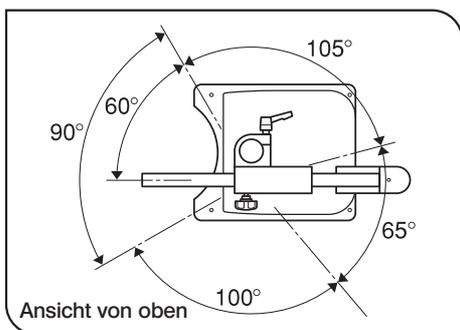

Abb. 12
3. Die Belastbarkeit der Säule ist begrenzt, und ihre Stabilität richtet sich nach der Ausrichtung des horizontalen Arms. (Abb. 12)